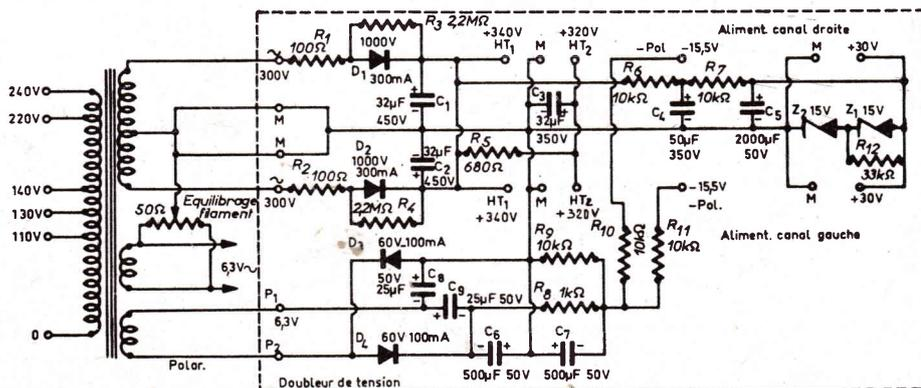

FIG. 3
**L'alimentation secteur :** le schéma de l'alimentation secteur est celui de la figure 3, les éléments de la plaquette unique (réf. n° 417) étant délimités par les pointillés. Les différentes cosses de branchement sont représentées sur le schéma avec leurs lettres de référence.